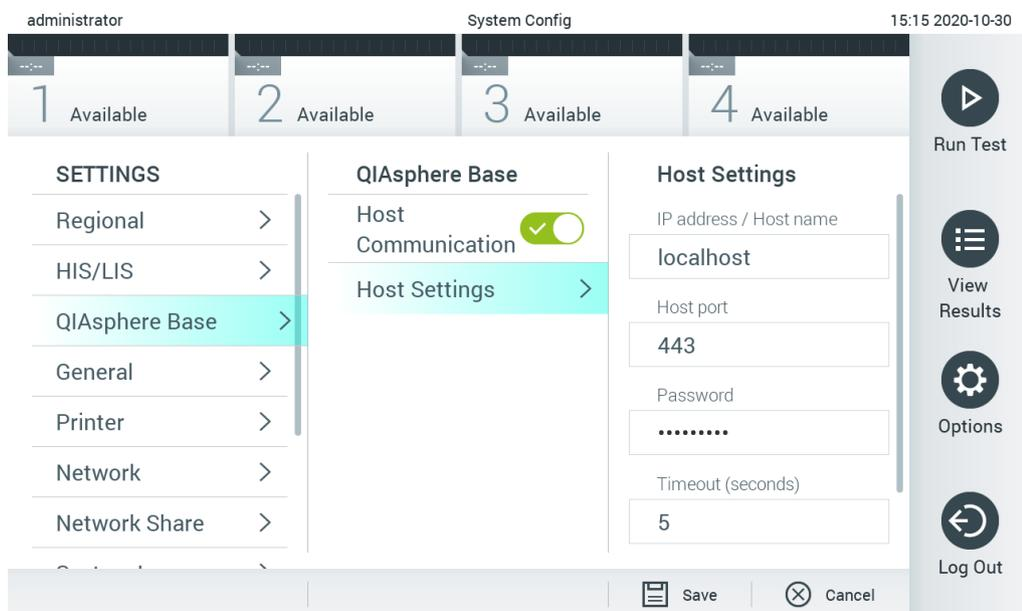

Figura 73. Configuración de la conexión con QIASphere Base.
2. Seleccione QIASphere Base de la lista de ajustes en la columna izquierda (figura 73).